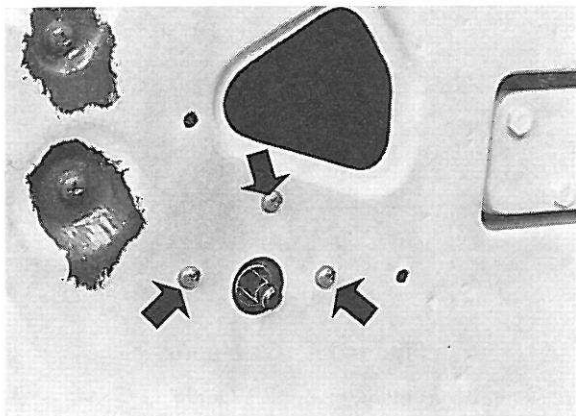

Figure 20. Vis pour commande à distance
3. Retirer les trois vis de la commande à distance (figure 20) et sortir cette dernière de la porte.